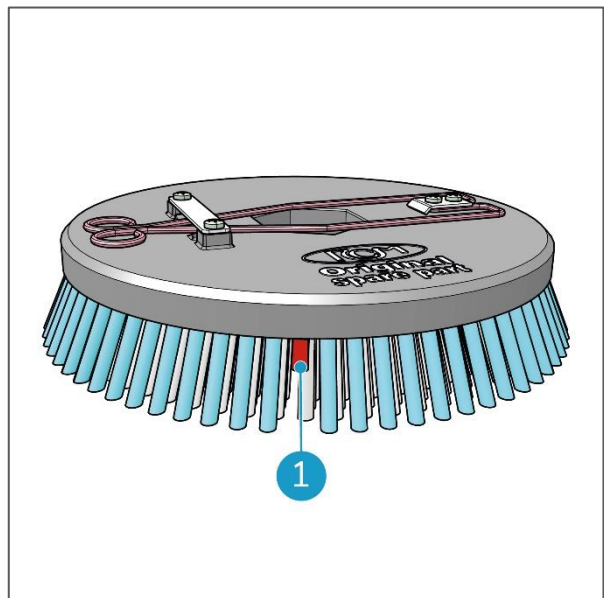

Figura 44
2. Verificare lo stato delle spazzole a disco. Se la lunghezza delle setole è vicina alla lunghezza del gruppo di setole rosse (Figura 44, pos 1), devono essere sostituite.